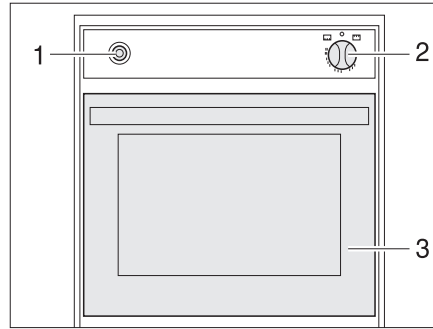

Fig. 132 Four à gaz
- Ouvrir complètement la porte du four (Fig. 132,3).
- Enfoncer légèrement le bouton tournant (Fig. 132,2) et le placer sur "🔥" (four) ou "🔥" (grill).
- Enfoncer le bouton tournant (Fig. 132,2) et le maintenir enfoncé pendant 5 à 10 secondes. Le gaz s'écoule vers le brûleur.
- Appuyer plusieurs fois sur l'interrupteur d'allumage (Fig. 132,1) jusqu'à ce que la flamme se consume.
- Tourner le bouton tournant (Fig. 132,2) sur "0". La flamme s'éteint.